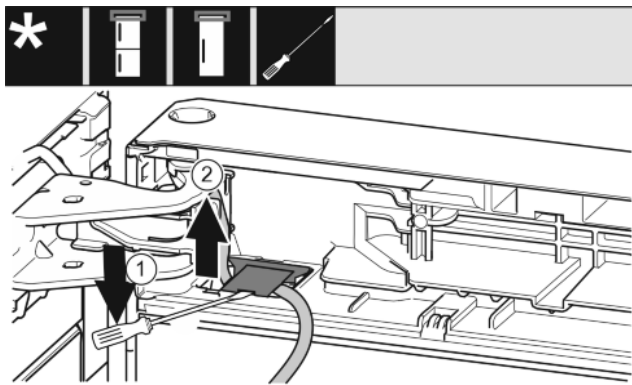

Fig. 17
- ▶ Za pomocą śrubokręta unieść osłonę i wyciągnąć. Fig. 17 (1)
- ▶ Wyciągnąć kabel. Fig. 17 (2)